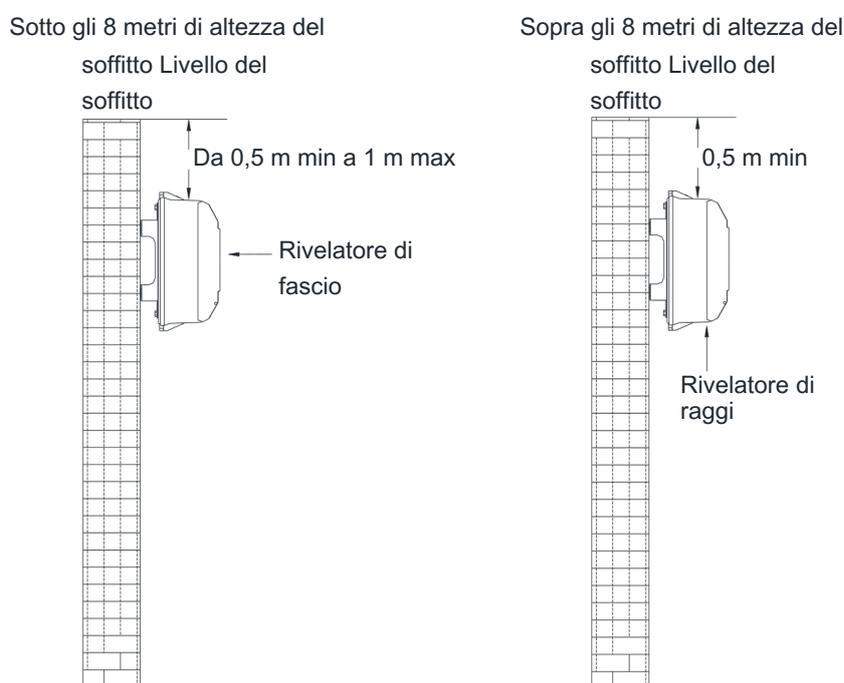

Figura 3: Dettagli di installazione
1. Area di riserva sotto il piano. Se l'altezza del soffitto è inferiore a 8 metri, il rilevatore di raggi deve essere installato da 0,5 a 1 metro sotto il livello del soffitto. Fare riferimento alla Figura 3.
2. Sotto un'area di riserva piatta. Se l'altezza del soffitto è superiore a 8 metri, il rilevatore di raggi deve essere installato almeno 0,5 metri sotto il soffitto superiore. Fare riferimento alla Figura 3.